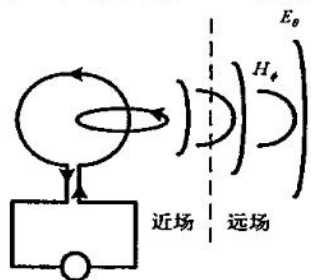

图 1
4、(1) 干扰源如图 1 所示, 是工作频率为 50KHz 的低阻抗环形天线